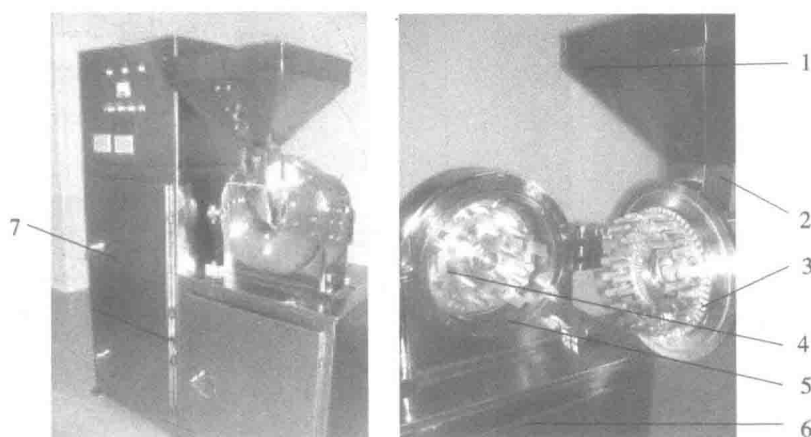

图 1-2 万能粉碎机
(1) 万能粉碎机。由机座、电机、加料斗、粉碎室、转动齿盘、固定齿盘、环状筛板、出料口等组成，并配有粉料收集及捕尘设施。如图 1-2 所示。